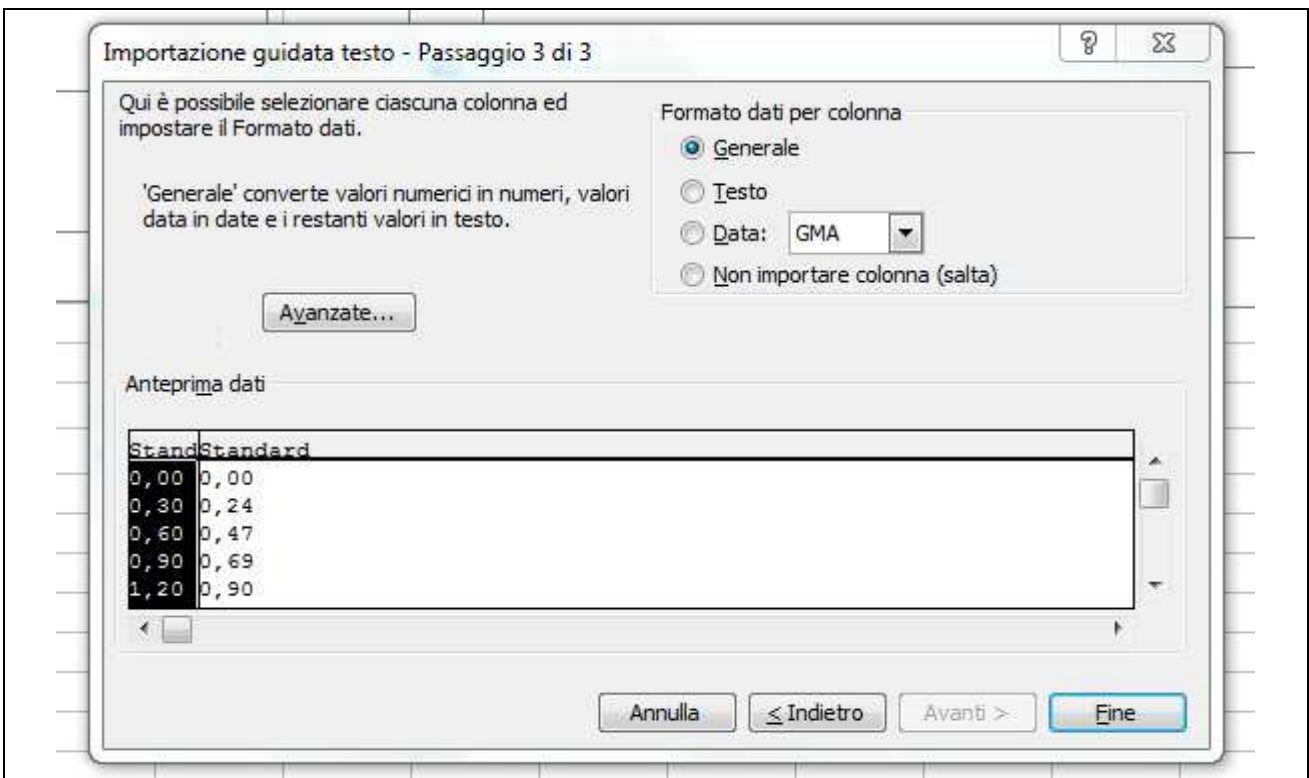

Figura 20 – Terzo passaggio per l'importazione in Excel di un file dati esterno
- Appare la maschera di figura 20. Non è necessario fare nulla e quindi cliccare su Fine.